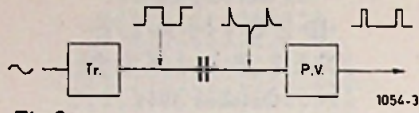

Fig.3 GELIJKSPANNINGS-IMPULSVORMER
b) Impulsvormer, welke begint met een trekkerschakeling (fig. 3).